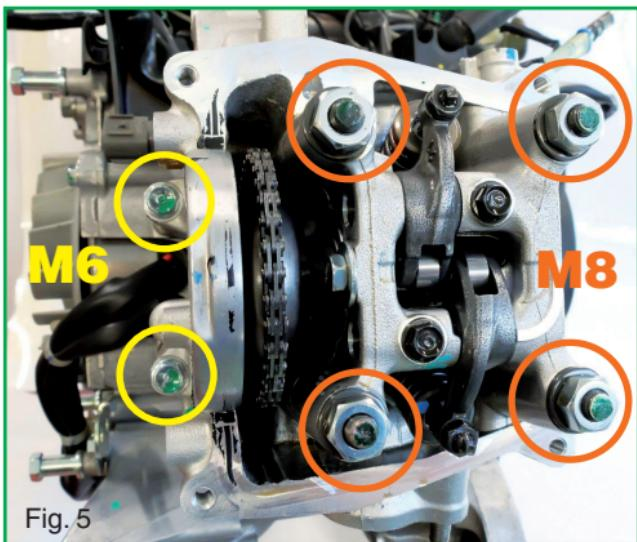

Fig. 5
- Togliere le due viti M6 (Fig. 5) che fissano la testa al basamento.
- Allentare i quattro dadi M8 (Fig. 5) di $\frac{1}{2}$ giro ciascuno, quindi rimuoverli.